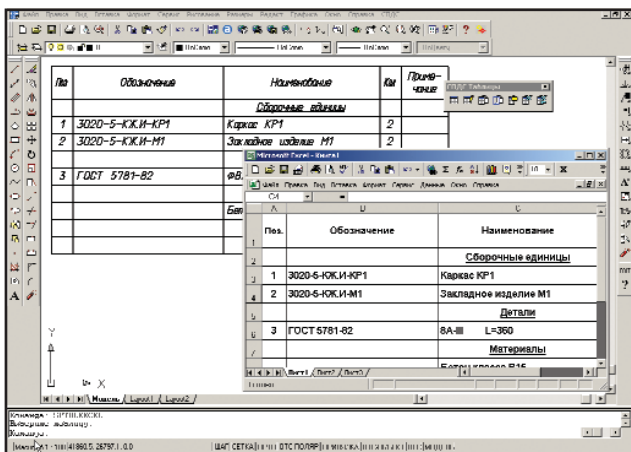

Рис. 7
- экспорт таблиц в Excel (рис. 7);